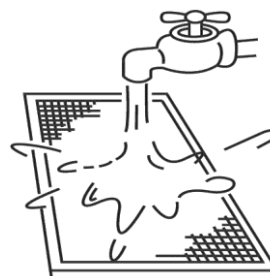

Fig. 5-16
- Quando si pulisce con l'acqua, il lato che aspira l'aria deve essere rivolto verso il basso. (Vedi fig. 5-16.)